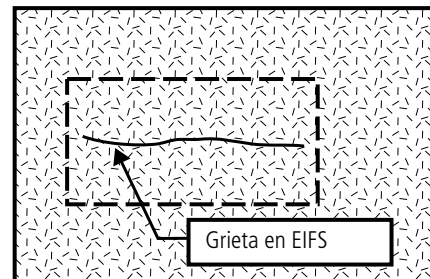

Fig. 1: Delinee el área de reparación
1. Marque la ubicación de la grieta durante la preparación para retirar el acabado de EIFS (fig. 1).